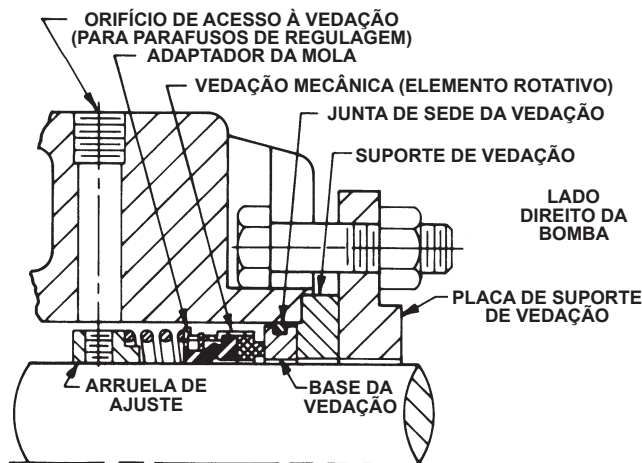

FIGURA 6 - VEDAÇÃO MECÂNICA PADRÃO
4. A vedação mecânica padrão (tipo fole de borracha sintética) usa uma arruela de ajuste atrás da mola de vedação. Os dois parafusos de regulagem devem ser soltos para que o eixo possa ser removido. O acesso aos parafusos de regulagem é através do furo de acesso à vedação no lado direito do suporte de montagem (visto da extremidade do eixo, **consulte a Figura 6.**)